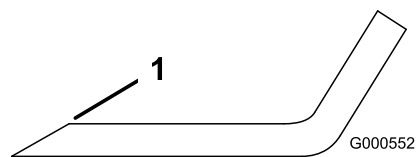

Figura 65
- Utilice una lima para afilar el filo de corte en ambos extremos de la cuchilla (Figura 65).
Nota: Si la cuchilla no está equilibrada, rebaje algo del metal en la parte de la vela solamente con una lima (Figura 65).